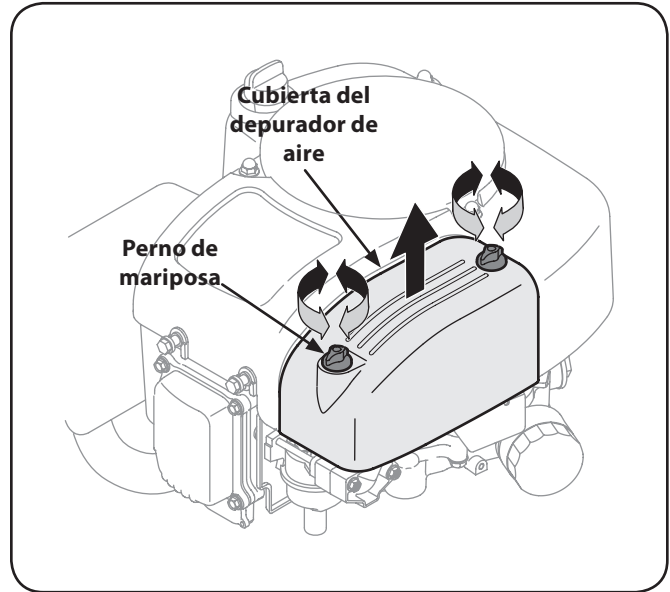

Figura 6-4
1. Retire los pernos de mariposa y la cubierta del depurador de aire. Vea la Figura 6-4.